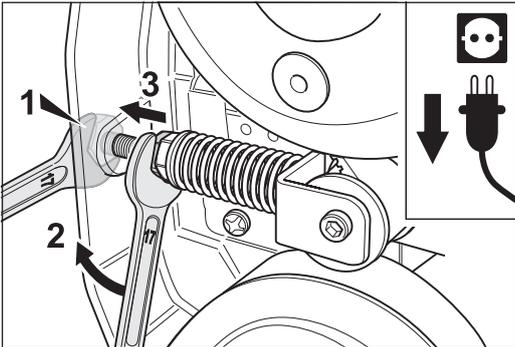

Fig. 39 Dévissez les contre-écrous jusqu'à la paroi du boîtier.
- 7 Desserrez maintenant les contre-écrous (ouverture 17) sur le tendeur de courroie dentée et tournez-les jusqu'à la paroi du boîtier (fig. 39).